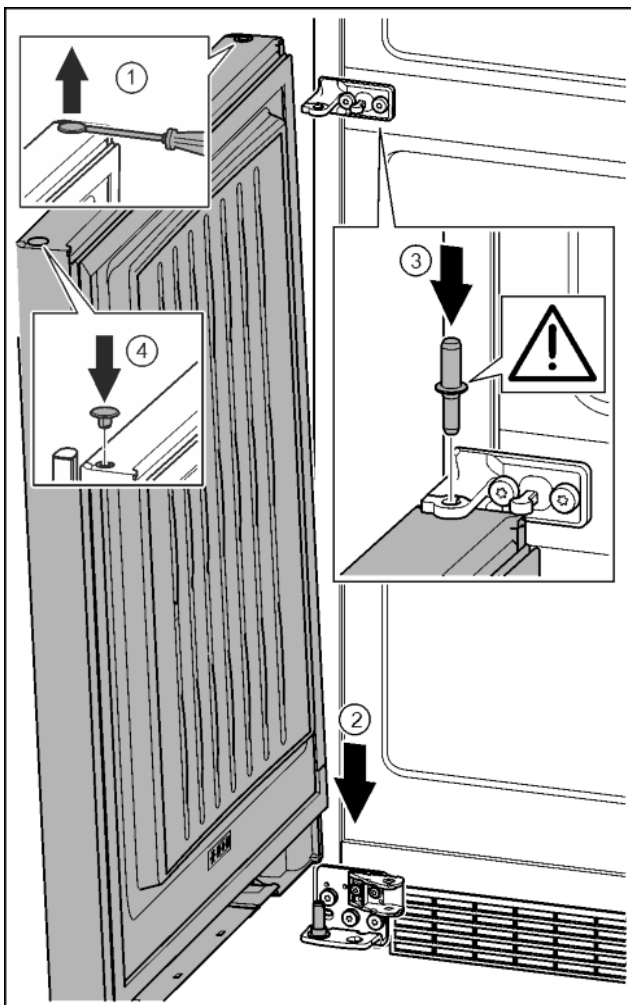

Fig. 38
- ▶ Stopfen vorsichtig mit einem Schlitzschraubendreher anheben und herausziehen. Fig. 38 (1)
- ▶ Tür von oben auf den unteren Lagerbolzen aufsetzen. Fig. 38 (2)
- ▶ Lagerbolzen Mitte durch Lagerbock Mitte in die untere Tür einsetzen. Dabei darauf achten, dass der Rastnocken nach hinten zeigt. Fig. 38 (3)
- ▶ Stopfen auf der anderen Türseite wieder einsetzen. Fig. 38 (4)